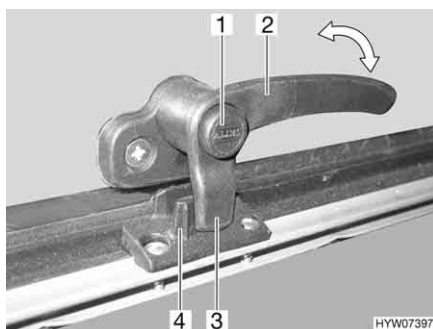
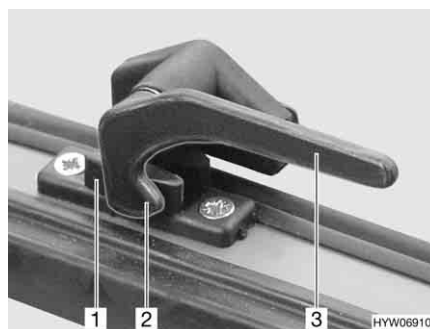

Fig. 74 Levier de verrouillage avec bouton de sécurité en position "Fermé"
Fig. 75 Levier de verrouillage en position "Fermé"
- S'il existe, appuyer sur le bouton de sécurité (Fig. 74,1) et le maintenir enfoncé.
- Tourner le levier de verrouillage (Fig. 74,2 ou Fig. 75,3) d'un quart de tour vers le centre de la fenêtre.
- Tourner le levier de verrouillage (Fig. 74,2 ou Fig. 75,3) d'un quart de tour vers le cadre de la fenêtre. Le tenon de verrouillage (Fig. 74,3 ou Fig. 75,2) du levier de verrouillage repose complètement sur le côté intérieur du verrouillage de fenêtre (Fig. 74,4 ou Fig. 75,1).
- En position "Fermé" (Fig. 74 et Fig. 75)